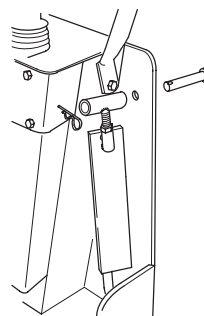

Abbildung 30
- B. Die Seitenstangen wie in Abbildung 30 gezeigt in Lagerungsposition befestigen.